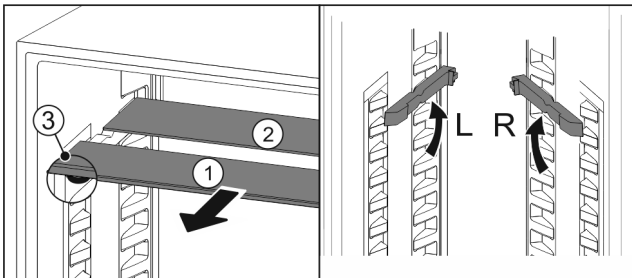

Fig. 97
- ▶ Посуньте Fig. 97 (1) скляну панель вперед.
- ▷ Скляна панель Fig. 97 (1) з декоративною планкою лежить спереду.
- ▷ Стопори Fig. 97 (3) показують вниз.